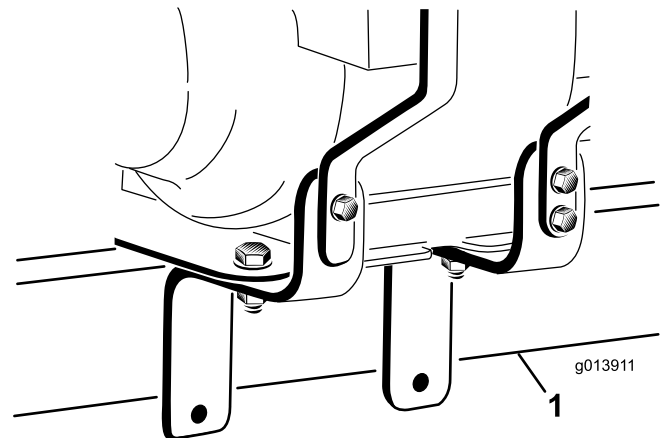

**Figure 4**
1. Boulon de montage (2)
4. Retirez les 2 écrous qui fixent en place les barrettes de maintien de la batterie et mettez les écrous, les rondelles et le tube de boulon de côté (Figure 4).